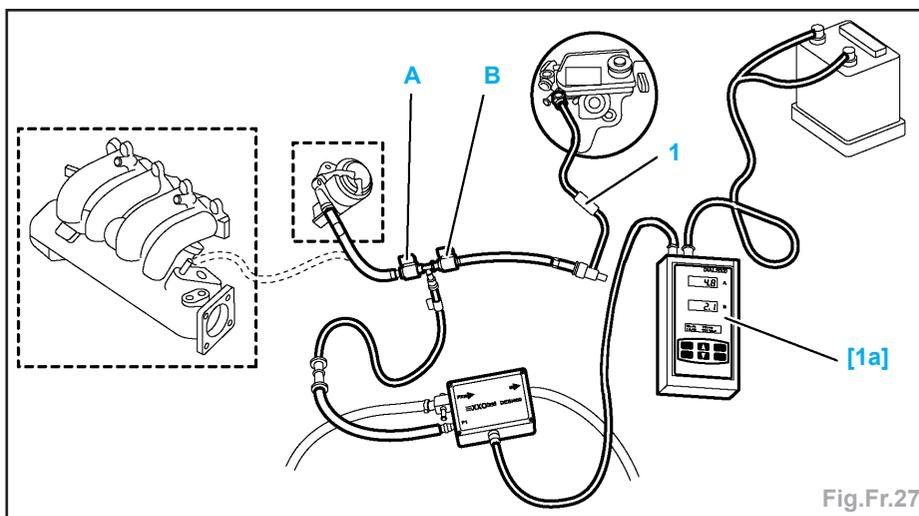

Fig.Fr.27
- Simultanément (Fig.Fr.27) :
- fermer la vanne (A)
- Ouvrir les vannes (A) + (B) (Fig.Fr.27).
- Fermer la vanne (A).
- Ouvrir les vannes (A).
- Si la valeur est incorrecte : remplacer le tuyau (1).